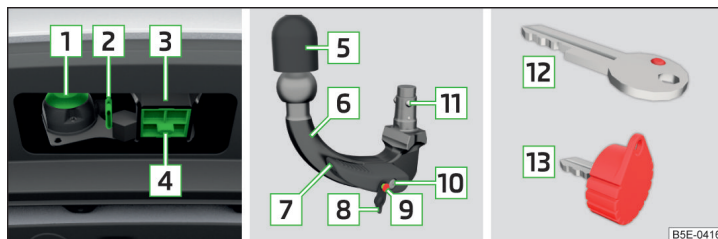

Fig. 174 Suportul dispozitivului de tractare / tija cuplei sferice / cheia (varianta 1 și 2)
**Suportul dispozitivului de tractare și tija suplei sferice » fig. 174**
- Scoateți masca pentru locașul de fixare trăgând în jos » fig. 174 la pagina 154.